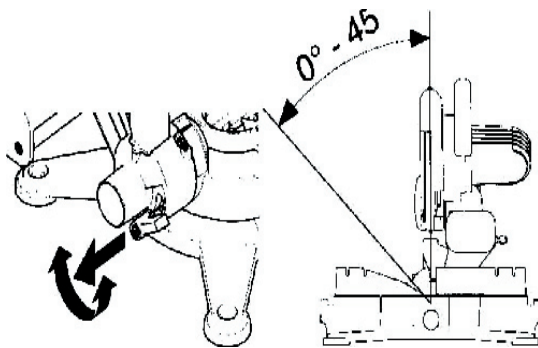

Рис. 5
5.2.3. Розрізання під нахилом (похилий розпил) (Рис. 5).